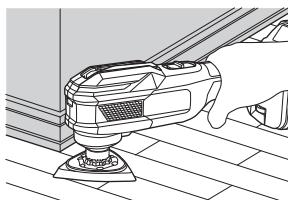

Fig. 15
- (1) Encienda la unidad y utilice el dial para ajustar la velocidad de la herramienta de aplicación.
- (2) Coloque con suavidad la herramienta de aplicación sobre el material y mueva la herramienta de aplicación hacia detrás y hacia delante a un ritmo en el que el movimiento no sea ralentizado. (Fig. 15)